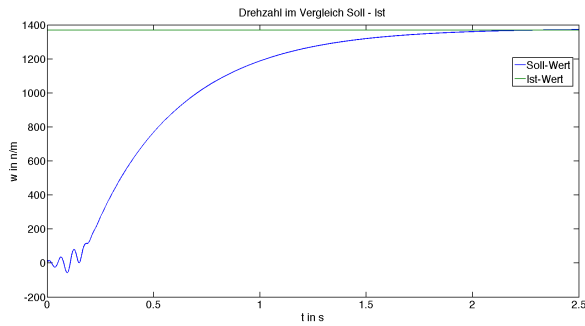

Fig. 2. Zeitlicher Verlauf der Drehzahl im Vergleich zur Nenndrehzahl(hier Solldrehzahl)
b) *Bestimmung des Parameters*: Nun muss  $\mu$  solange verändert werden, bis die Drehzahl gleich der Nenndrehzahl wird. Dabei müssen alle MLast gleich null sein. Dies ist im *Model Explorer* einzustellen. In Figure 2 ist Beispielhaft zu erkennen, wie sich die Drehzahl der Nenndrehzahl nähert.